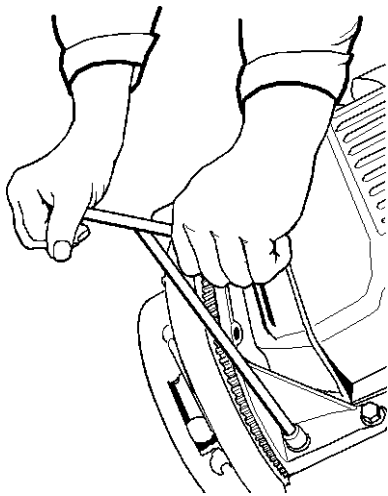

Рис. 4.26. Снятие усилителя картера сцепления
- снимите усилитель картера сцепления (рис. 4.26);